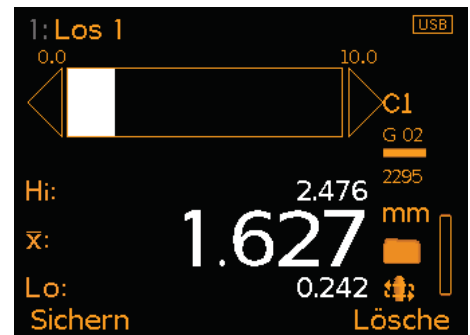

Bild 4
- 7 Der niedrigste, durchschnittliche und höchste gescannte Messwert wird auf dem Bildschirm angezeigt (Bild 4). Drücken Sie 'Sichern', um die gescannten Messwerte im Messgerät oder Losspeicher abzulegen. Drücken Sie 'Löschen', um den letzten Scan zu verwerfen und neu zu starten.